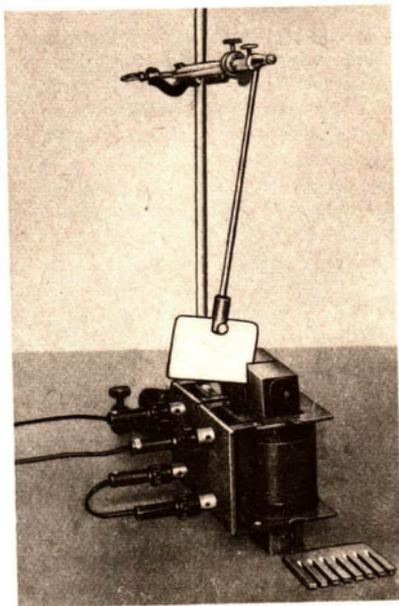

Bild 50/1 Waltenhofensches Pendel
Wirbelströme führen zu großen Energieverlusten, da ein Teil der elektrischen Energie in Wärmeenergie umgewandelt wird. Dem kann man entgegenwirken, indem man die Eisenkerne aus einzelnen Blechen zusammensetzt (Bild 49/3), die durch Ölpapier oder Lackanstrich gegeneinander isoliert werden. Die Wirbelströme in so geblättern Eisenkernen sind erheblich kleiner als in Vollkernen. Das kann man auch am Waltenhofenschen Pendel mit einem kammartigen Einsatz nachweisen. Seine Schwingungen werden kaum gebremst (Bild 50/1).
- 5. Stellen Sie nutzbringende Anwendungen und störende Einflüsse von Wirbelströmen gegenüber! Wie kann man Wirbelströme möglichst groß machen? Wie kann man sie vermeiden? Erläutern Sie das Bild 50/1!